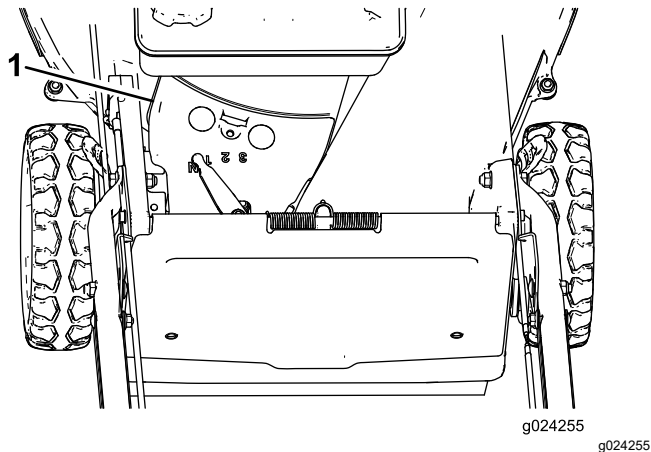

Figure 31
3. Déposez le protège-courroie (Figure 31) du carter du plateau de coupe.